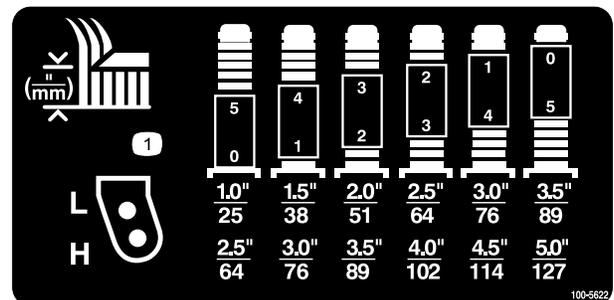

Figura 8
2. Coloque los ejes de las ruedas giratorias en el mismo taladro en ambas horquillas. Consulte Figura 7 y Figura 8 para saber cuáles son los taladros adecuados para esta configuración.
Consulte Figura 8 para saber la combinación de espaciadores para esta configuración.